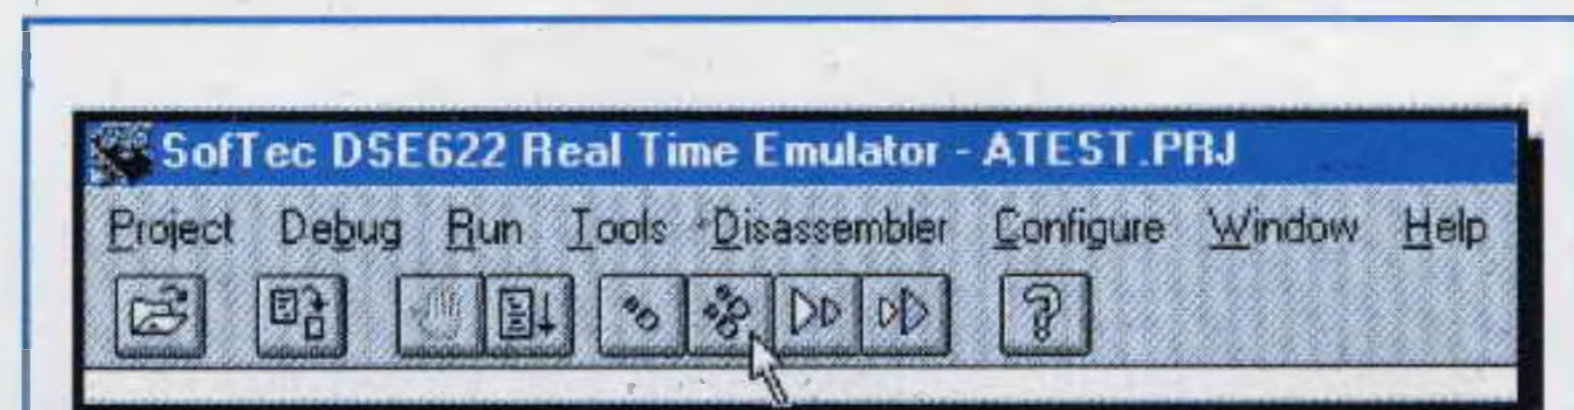

Fig.73 Icona per i passi multipli.
- Tutte le volte che cliccherete sull'icona in cui sono disegnate due orme (vedi fig.73), il programma avanzerà di **5 istruzioni**.